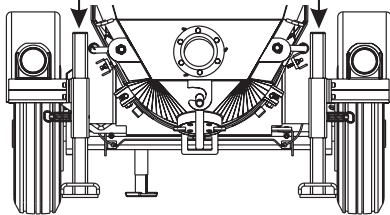

Figura 16. Localización de los gatos estabilizadores traseros
1. Localice los gatos estabilizadores traseros derecho e izquierdo (Figura 16).